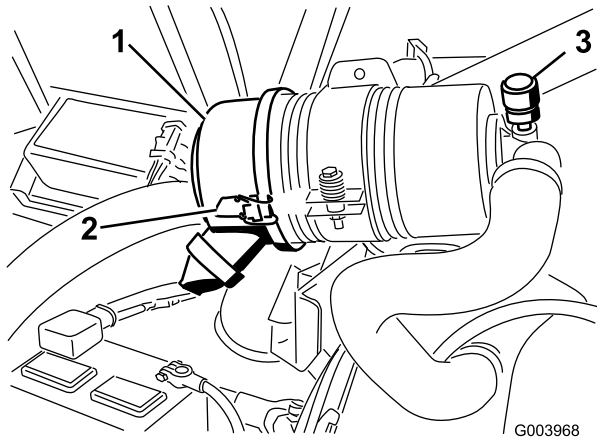

図 61
エアクリーナの整備はインジケータ（図 61）が赤色になってから行ってください。早めに整備を行っても意味がありません。むしろフィルタを外したときにエンジン内部に異物を入れてしまう危険が大きくなります。
1. エアクリーナのカバーをボディーに固定しているラッチを外す（図 61）。